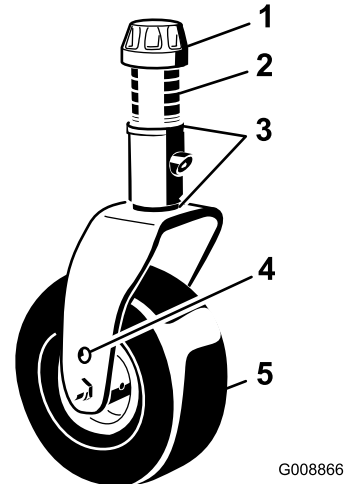

Figura 7
2. Coloque los ejes de las ruedas giratorias en el mismo taladro en todas las horquillas. Consulte Figura 7, Figura 8 y Figura 9 para saber cuáles son los taladros adecuados para esta configuración.
1. Retire el casquillo tensor del eje (Figura 7) y deslice el eje fuera del brazo de la rueda giratoria. Coloque los 2 suplementos (1/8 pulgada) en el eje de la misma forma que en la instalación original. Estos suplementos son necesarios para obtener el mismo nivel en toda la anchura de las unidades de corte. Coloque el número adecuado de espaciadores de 13 mm (consulte la tabla siguiente) en el eje para conseguir la altura de corte deseada, luego coloque la arandela en el eje.